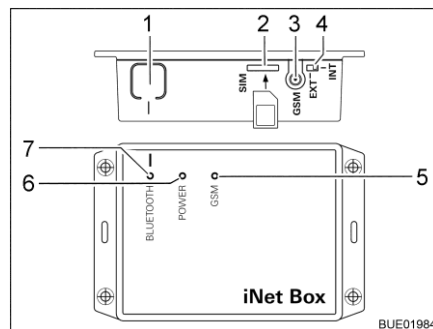

Fig. 109 Truma iNet Box
- Premere il tasto BLUETOOTH (Fig. 109,1) della iNet Box per 1 secondo. Nel terminale mobile la Truma iNet Box è visibile per circa 2 minuti (nome: "Truma iNet-Box"). In questo tempo il LED BLUETOOTH (Fig. 109,7) blu lampeggia.
- Spingere con cautela la mini SIM con il proprio numero di telefono e credito sufficiente nello slot (Fig. 109,2) della Truma iNet Box, come illustrato, finché non si innesta. Il LED GSM (Fig. 109,5) rosso deve lampeggiare costantemente. Quando dopo 20 secondi il LED rosso si spegne: Controllare la mini SIM.